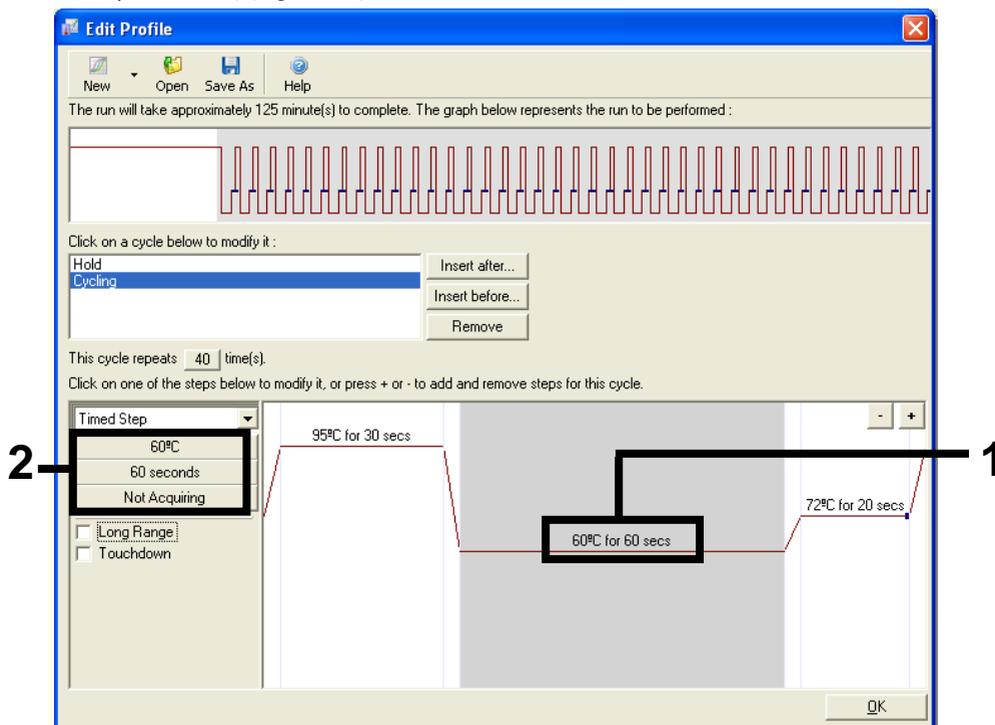

Figura 27. Etapa de ciclagem a 60 °C. 1 = etapa dois: configuração da temperatura e do tempo; 2 = "Not Acquiring" (Não adquirir dados).
9. Realce a segunda etapa e defina como 60°C for 60 secs (60 °C por 60 segundos). Para habilitar a aquisição de dados durante esta etapa, clique em Not Acquiring (Não adquirir dados) (Figura 27).